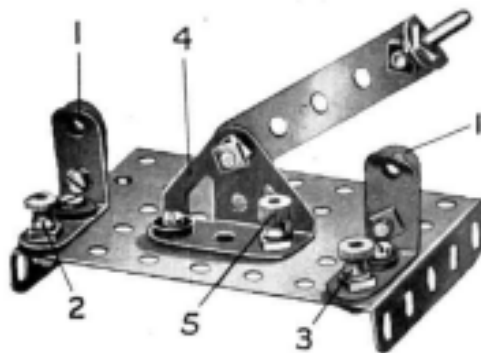

Fig. 5
Les bornes (2) et (3) sont montées sur des boulons 6 BA qui passent au travers de la plaque de base et de l'équerre de 25 X 25 mill.; une rondelle isolatrice est disposée sur la tige de chaque boulon, entre la plaque et les équerres. On notera que les écrous au-dessous des bornes sont bloqués contre les équerres de 25 X 25 mill., de façon que ces dernières soient en contact direct avec les bornes. Le bras de l'inverseur est formé par une bande de 5 trous pivotée par un boulon et contre-écrous (M. S. 263) à une embase (4), qui est également isolée de la plaque de base. La borne (5) est montée exactement de la même façon que les autres. L'utilisation d'un tel inverseur est démontré sur le schéma de la fig. 6. Ce schéma représente l'inverseur à couteau disposé pour commander une lumière électrique en deux points différents. Un circuit semblable est fréquemment employé pour commander la lumière dans l'escalier de maison quand la lumière doit être éteinte au bas de l'escalier, et de nouveau rallumée par un autre inverseur au haut de l'escalier, ou vice versa. Le schéma est très simple et nous ne doutons pas que nos lecteurs trouveront de nombreuses applications à cet inverseur. Cet inverseur est également applicable à la commande d'un moteur électrique. On verra que deux inverseurs identiques sont nécessaires. Dans le schéma la lampe est éteinte, mais en manœuvrant l'un des deux inverseurs on pourra la rallumer. Réciproquement, si la lampe est éclairée, en manœuvrant l'un des deux inverseurs, on pourra l'éteindre. Les connexions sont aisément établies si l'on se rapporte au schéma. Un fil réunit la lampe à la borne du bras de l'un des inverseurs (5, fig. 5), et la borne correspondante de l'autre inverseur est réunie à l'accumulateur.